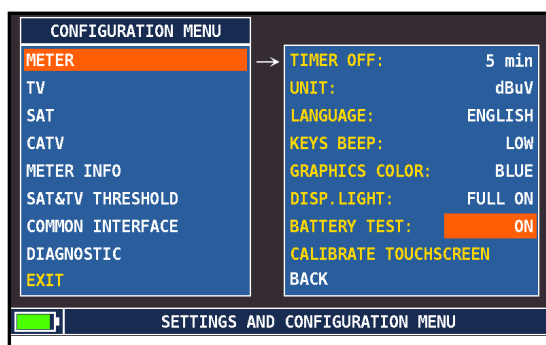

FIG. 2*
- Seleccionar "MEDIDOR" y presionar "ENTER" (fig. 2) para confirmar;
- Seleccionar "TEST BATERIA" y luego "ON" (fig. 2);